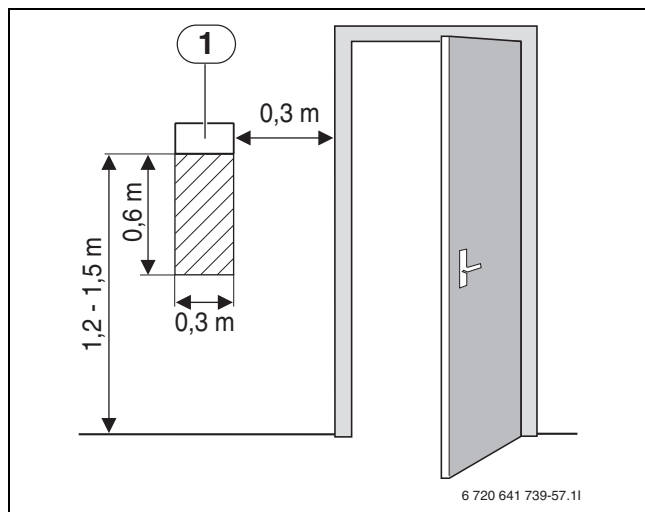

Рис. 10 Рекомендуемое место установки датчика температуры в помещении
- ▶ Беспрепятственная циркуляция воздуха в помещении под датчиком (оставьте свободной поверхность, заштрихованную на →рис. 10).